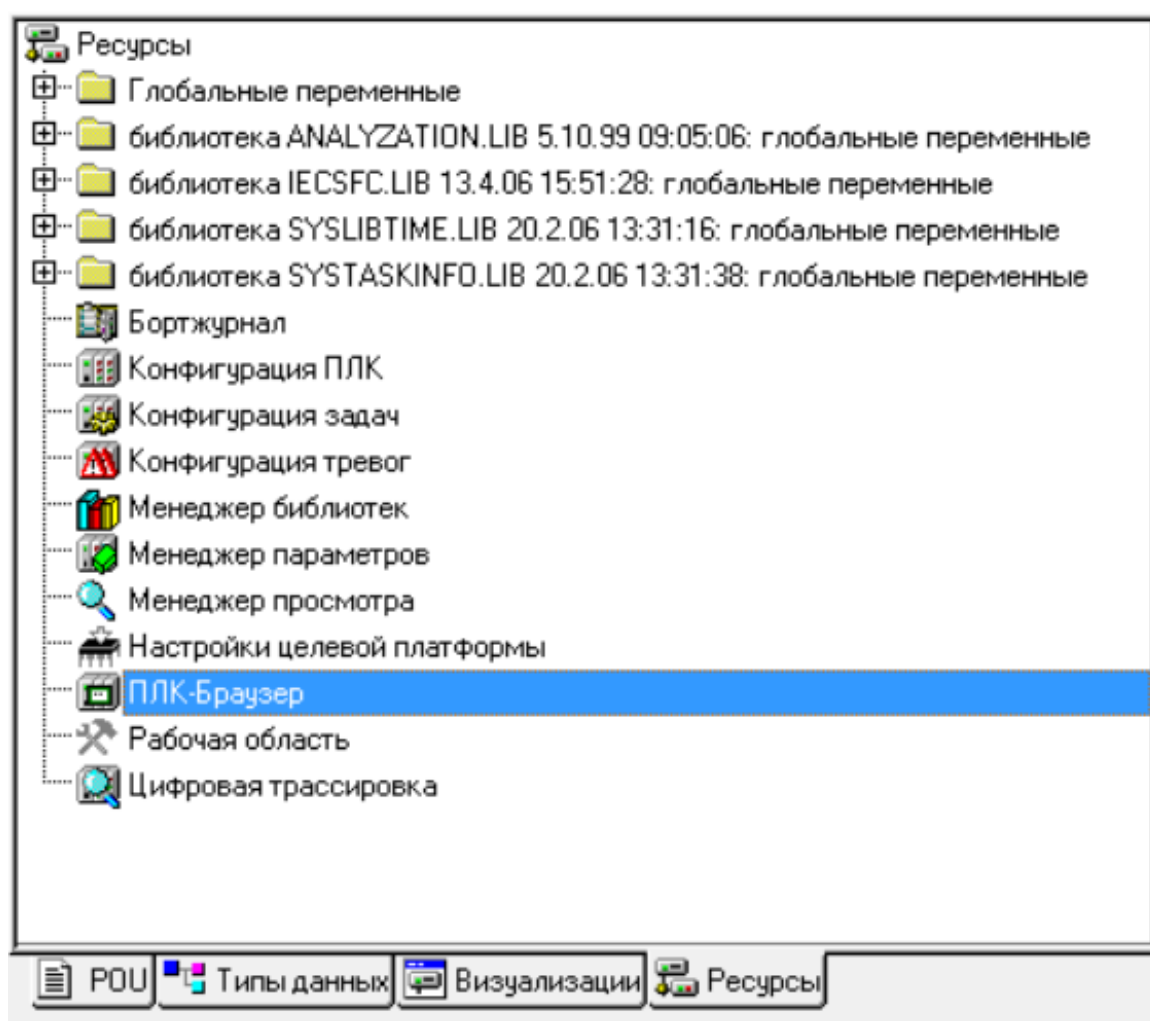

Рисунок 1.3. ПЛК-Браузер
9. В CODESYS v2.3 перейти на вкладку «Ресурсы» (рисунок 1.3) и двойным щелчком левой клавиши мыши выбрать «ПЛК Браузер (PLC-Browser)».